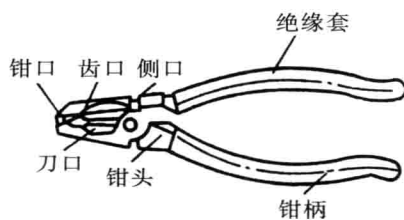

图 1-2 钢丝钳各部分名称
1. 钢丝钳的结构。钢丝钳由钳头和钳柄两部分组成。钳头由钳口、齿口、刀口和侧口四部分组成,如图 1-2 所示。